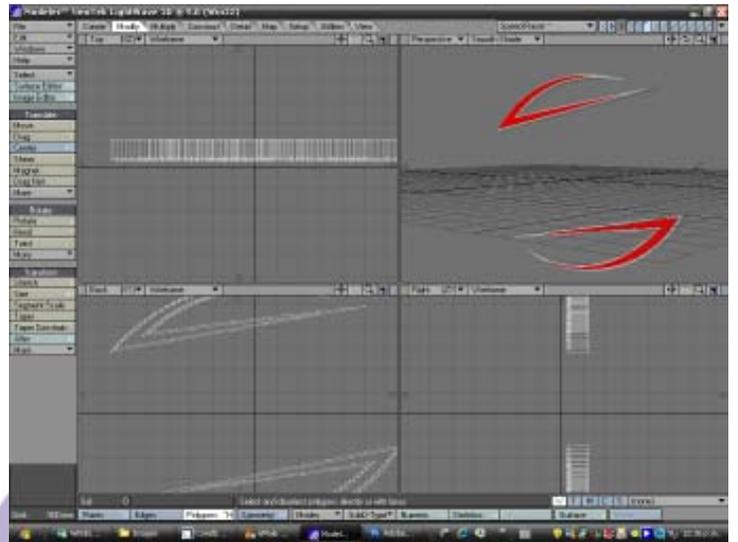

Figura 12. Speed Racer Raya 1 y Speed Racer Raya 2 en la capa 3 del Modeler.
**Speed Racer Raya 1** y **Speed Racer Raya 2**. Ver Figura 12.